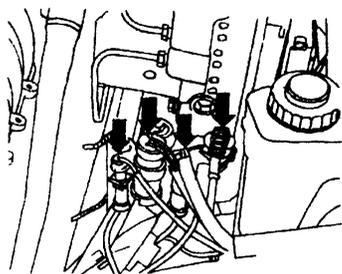

图 1.4 拔出报警装置、空调离合器和喇叭线束插头
⑥ 拔出 ABS 控制单元前的防盗报警装置、空调离合器和喇叭线束插头,如图 1.4 所示。